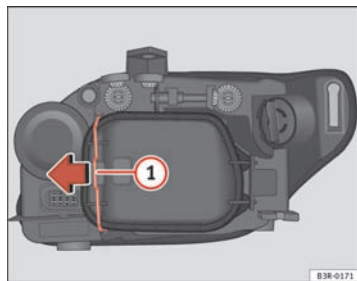

Fig. 222 Ampoule feux de position
Bien que ce ne soit pas nécessaire, retirez préalablement le couvercle rigide ⇒ page 294, fig. 222; il facilite le remplacement de l'ampoule de feu de circulation jour. ■
- Déplacez le tirant ⇒ fig. 222 **1** dans le sens de la flèche et retirez le couvercle rigide en séparant d'abord le côté du tirant et en ôtant ensuite les deux languettes de l'autre extrémité du couvercle.